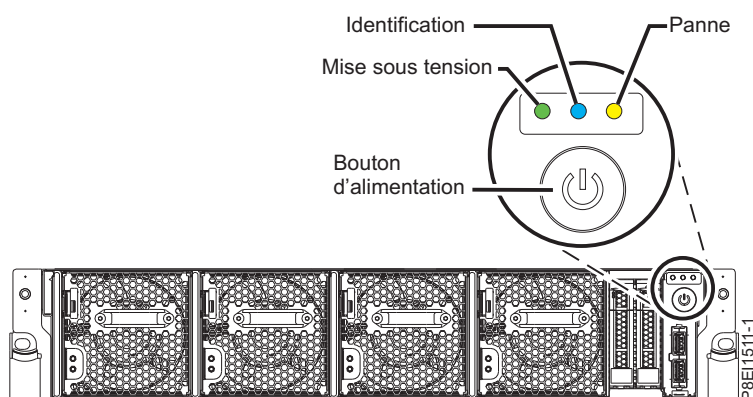

Figure 121. Bouton d'alimentation
- Le voyant de mise sous tension, illustré dans la figure 121, doit clignoter. Un voyant clignotant indique que l'alimentation de l'unité est en mode veille.
3. Appuyez sur le bouton d'alimentation illustré dans la figure 121. Le voyant de mise sous tension arrête de clignoter et reste fixe, ce qui indique que le système est sous tension. Les ventilateurs système tournent rapidement et après environ 30 secondes, ils reprennent leur vitesse de régime.